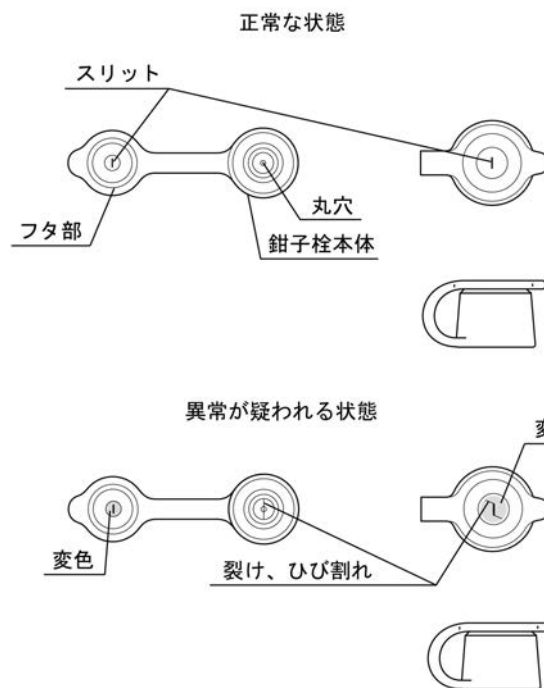

図 3
- 鉗子栓のフタ部のスリットまたは鉗子栓本体の丸穴に裂け、ひび割れ、変形、変色などの異常がないことを目視で確認すること（図 3 参照）。